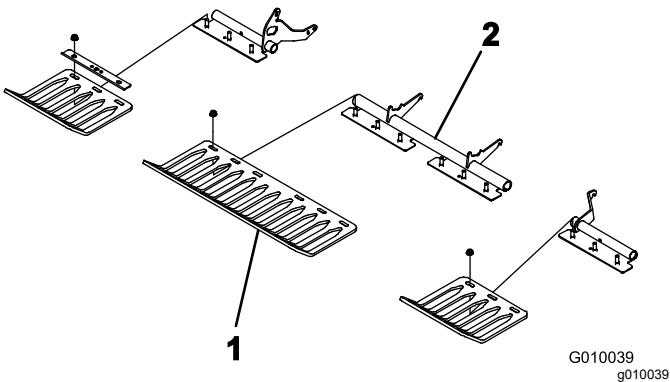

Bild 23
4. Befestigen Sie die Rasenschutzvorrichtungen mit 4 Rasenschutzklemmen und 12 Bundmuttern lose an den Halterungen der Rasenschutzvorrichtung (Bild 23). Ziehen Sie die Bolzen nicht fest.
Hinweis: Rasenschutz-Klemmen und Bundmuttern sind ab Werk an den Halterungen für den Rasenschutzvorrichtung befestigt (Bild 23).